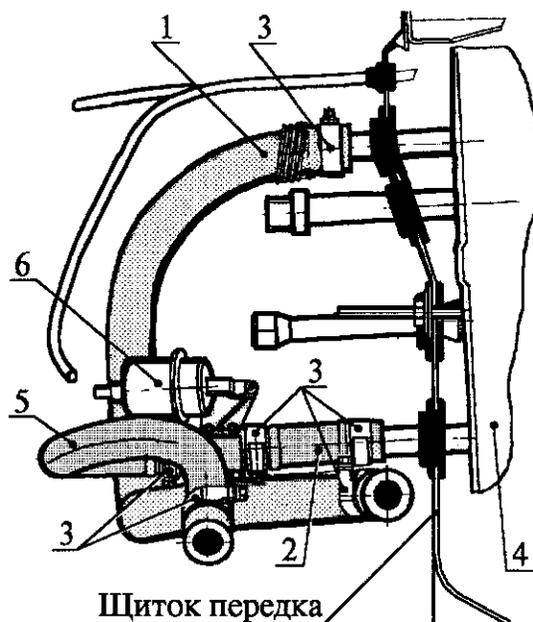

Рис. 28. Установка шлангов и вакуумного крана отопителя:
5.15. Установить отводящий шланг 1 (рис. 28), подводящие шланги 2, 5 и вакуумный кран 6 отопителя на автомобиль в последовательности, обратной снятию (см. п. 4.12).